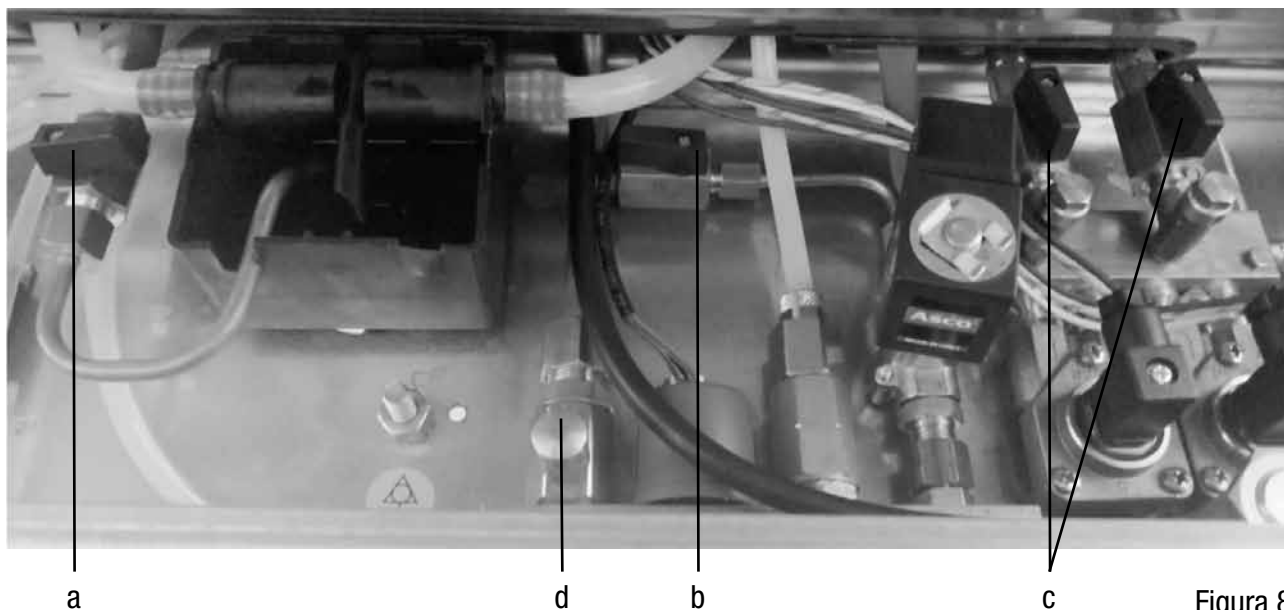

Figura 8
- 2.1) Il rubinetto di scarico caldaia **a** deve essere chiuso (figura 8).
- 2.2) I rubinetti della valvola auto livello **b** devono essere aperti (figura 8).
- 2.3) I rubinetti dei contatori volumetrici **c** devono essere aperti (figura 8).
Per evitare il presentarsi dell'anzidetto allarme autolivello, sarà sufficiente accelerare il caricamento automatico della caldaia agendo sull'apposito pulsante di carico manuale **d** (figura 8).